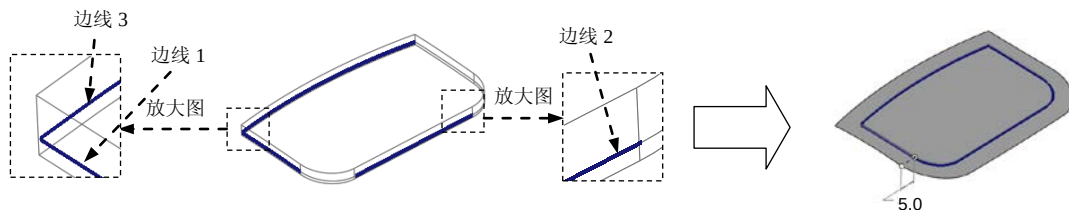

图 6.6.31 创建曲面延伸
Step3. 将偏距曲面进行延伸。选取图 6.6.31 中的边线 1 作为要延伸的边。单击 **模型** 功能选项卡 **编辑** 区域中的 **延伸** 按钮，按住 Shift 键，在图 6.6.31 中选取边线 2 和边线 3，在操控板的延伸距离文本框中输入数值 5.0，单击“完成”按钮 .